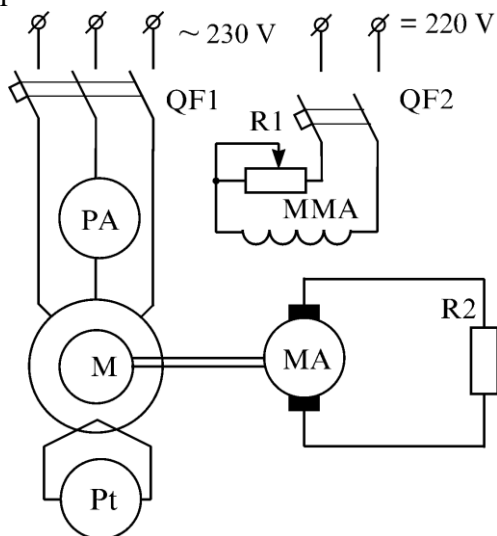

Рисунок 12.1. Схема лабораторной установки
2.1. Ознакомиться с электроустановкой и снять кривую нагрева электродвигателя. Принципиальная схема дана на рис. 12.1.